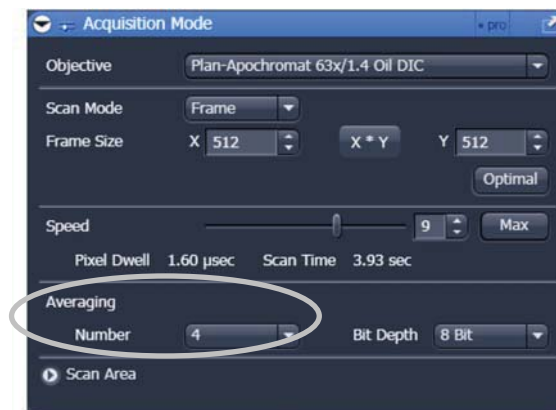

Fig27.Acquisition Mode
- ・【Acquisition Mode】の中の“**Averaging**”から設定します (Fig27)。